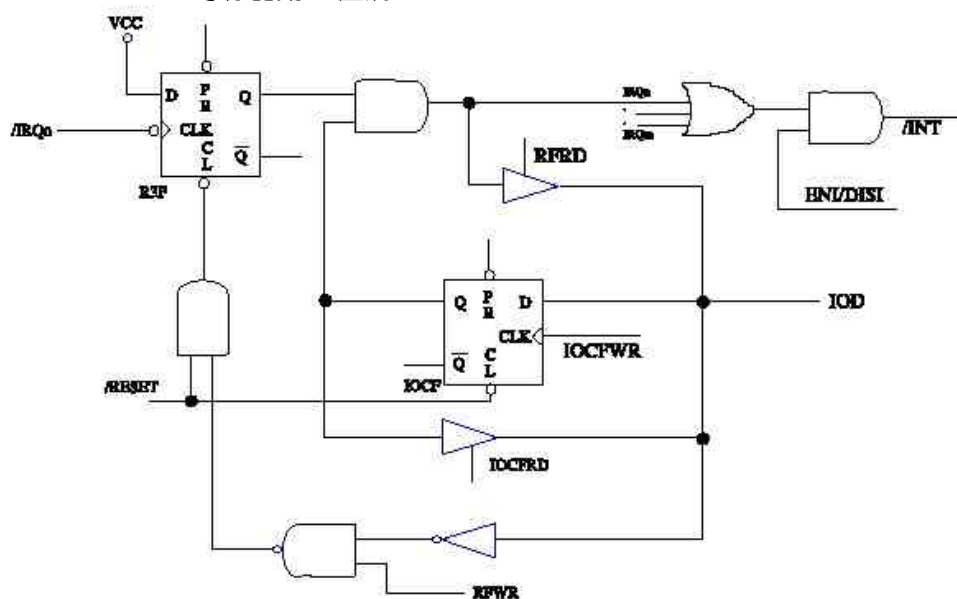

图15 中断输入电路
- 1) 输入触发，如图 15 所示。唤醒后单片机执行下条指令。在进入休眠模式 2 之前，唤醒功能的触发源（P60~P67、P74~P75、P90~P91）需要进行设置（输入状态，上拉），并使能唤醒。值得注意的是，唤醒后若代码选项寄存器 WTC 为 1，则 WDT 使能。因此，WDT 的状态在唤醒后可能需要重新设置。
不管是否允许中断，R3F 寄存器的相应位会由中断置位。读 RF 的结果是 R3F 和 IOCF 的逻辑与。参见图 15，RETI 指令结束中断子程并使能中断。